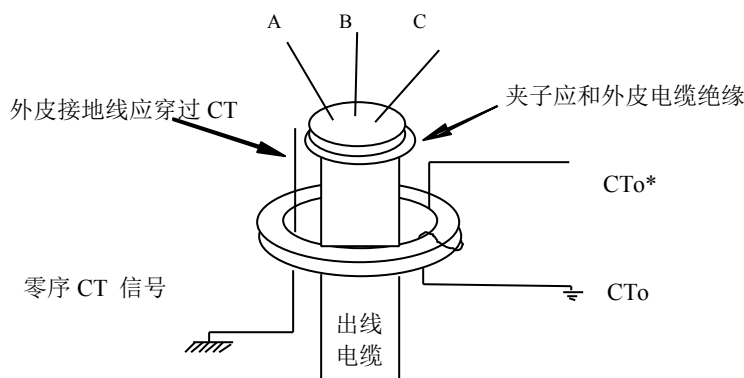

图 9.2
a) PT 信号采用开口三角形接线方式, CT 信号采用套装零序 CT 的方法, 且极性面朝上, 零序 CT 二次非极性端接地。如图 9.2 所示